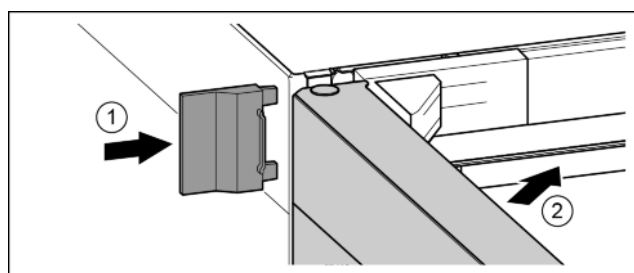

Fig. 19
- ▶ Skub den udvendige afdækning på. Fig. 19 (1)
- ▶ Luk den øverste dør. Fig. 19 (2)